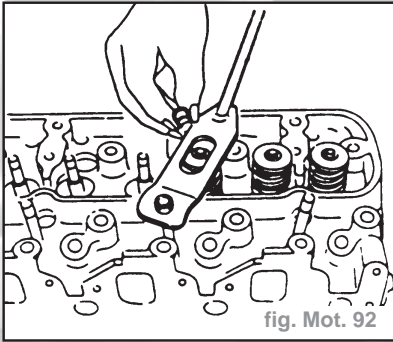

fig. Mot. 92
- Déposer les ressorts de soupape, comprimer le ressort et déposer les clavettes et le siège supérieur de la soupape, utiliser l'outil **KM-J-29760** (fig. Mot. 92).
- Poser les coupelles supérieures et les ressorts de soupape (fig. Mot. 92).